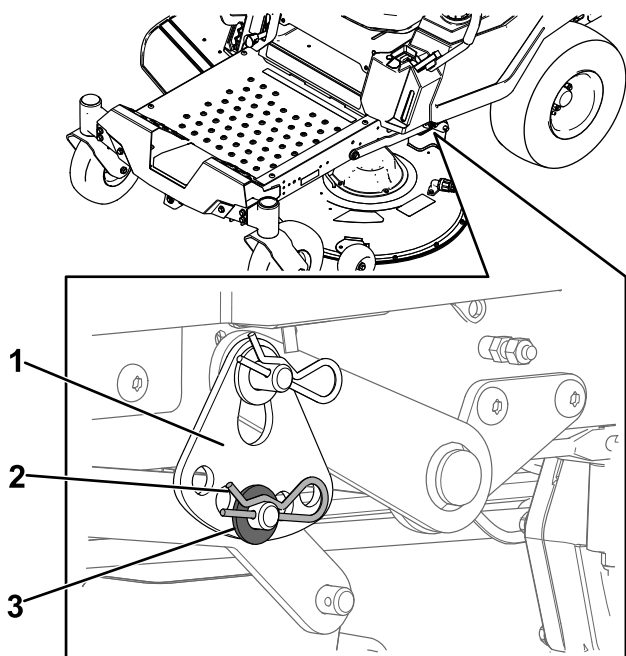

Figura 66
6. Rimuovete la coppiglia e la rondella dal perno del braccio di sollevamento inferiore (Figura 66).